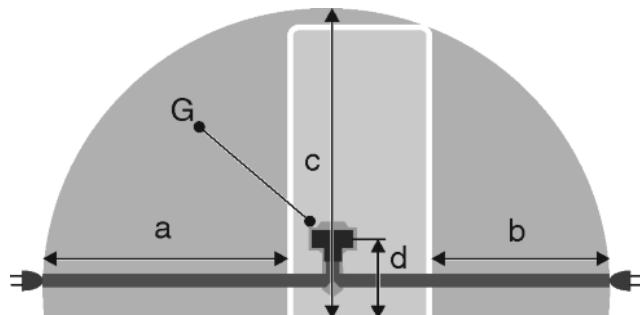

Fig. 26
- Розетка находится вне зоны задней стенки в данной зоне. Fig. 26 (a, b, c)
- Штекер устройства Fig. 26 (G) подсоединить с задней стороны устройства. Следить за правильной фиксацией.